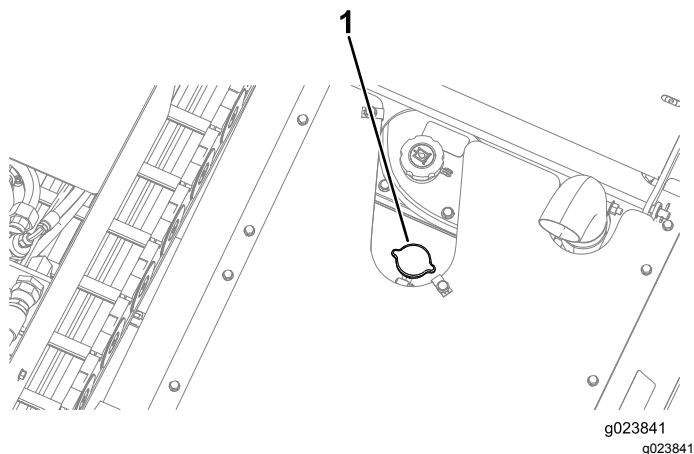

Figura 115
3. Retire a tampa do radiador (Figura 115).
5. Instale a tampa do bocal de enchimento do radiador, apertando-a até estar estanque (Figura 115).